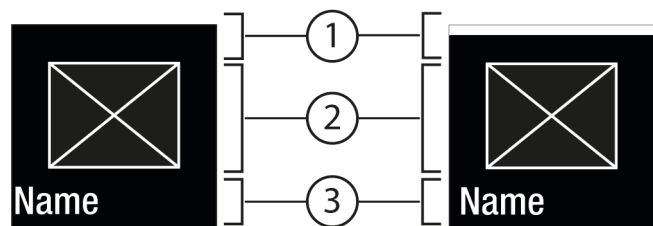
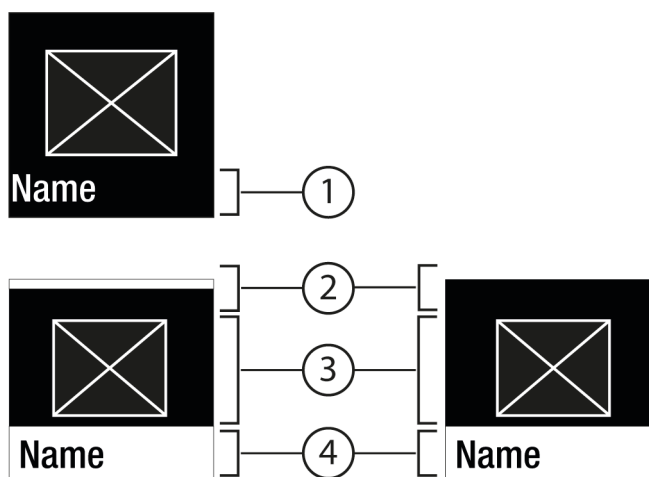

Fig. 6
Fig. 7
- Wywołać podmenu Fig. 5 (2) przy pomocy potwierdzenia Fig. 7 (4).
- Ustawić nowe wartości: Przy pomocy potwierdzenia Fig. 5 (2) wybrać dezaktywowaną wartość Fig. 6 (1).
- Powrót do menu: Przy pomocy potwierdzenia Fig. 5 (2) wybrać już aktywowaną wartość Fig. 6 (2).
- ▷ Na krótko pojawia się w podmenu Fig. 7 (4) Status: aktywowano Fig. 6 (1).